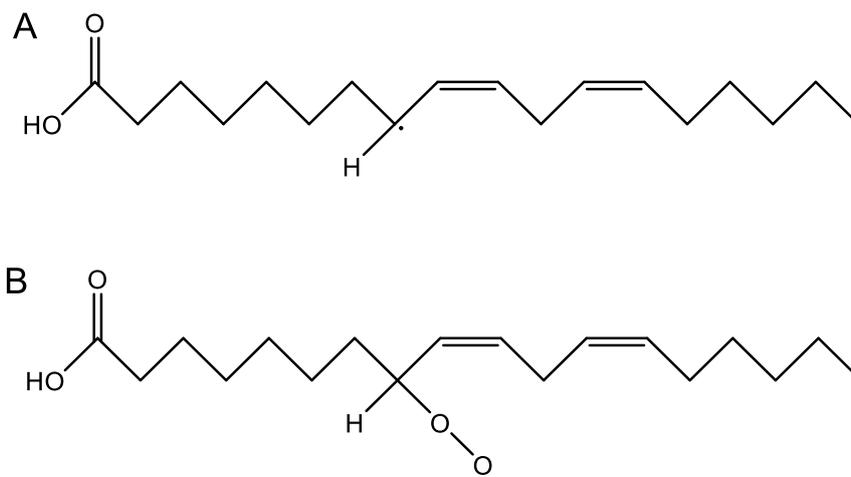

Abb. 1: Strukturformeln vom Linolsäureradikal und vom Linolsäure-Peroxyradikal
2. Das gebildete Fettsäureradikal reagiert mit einem Linolsäuremolekül u. a. zu einem Linolsäureradikal (Abb. 1, A).
3. Dieses Linolsäureradikal reagiert mit einem Sauerstoffmolekül u. a. zu dem Linolsäure-Peroxyradikal (Abb. 1, B).